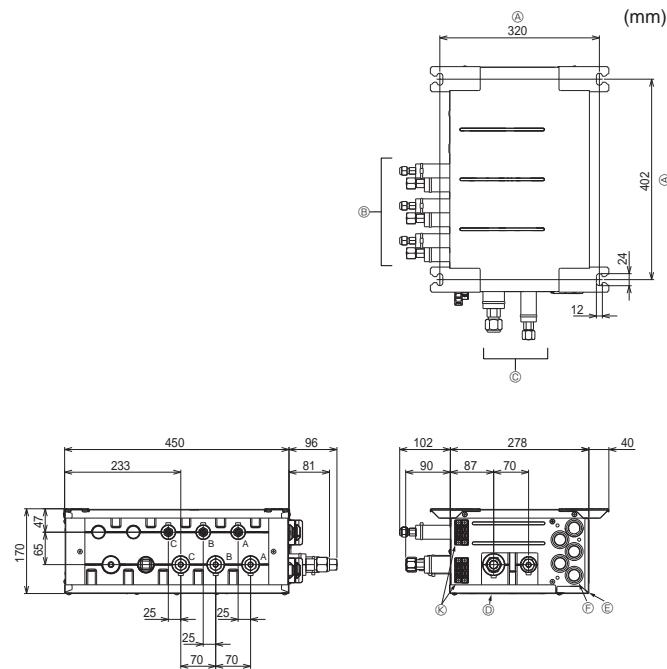

Fig. 4-3
② Retirez le capot électrique, le panneau de service et le panneau supérieur.
■ PAC-MK30BC (Fig.4-3)